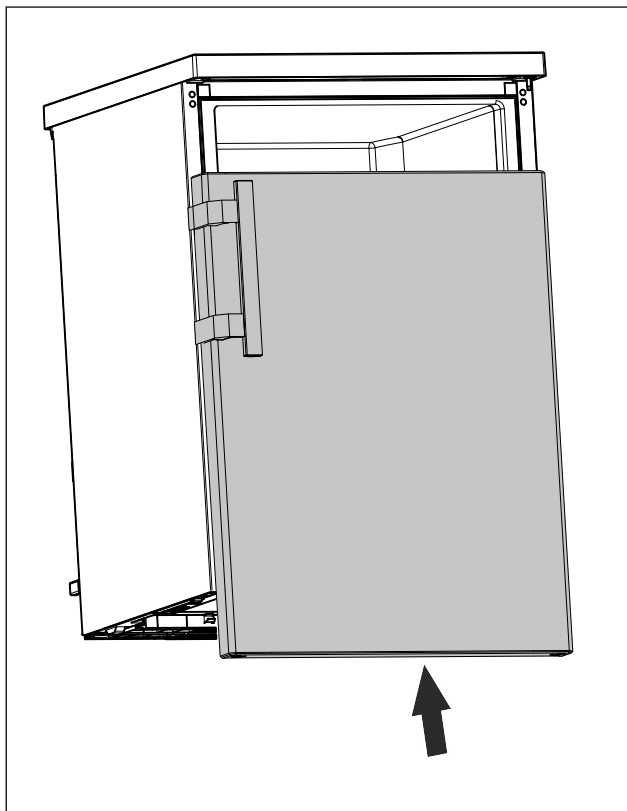

Fig. 19
- Nustumkite uždarytas duris ant viršutinio kaiščio. (žr. Fig. 19)